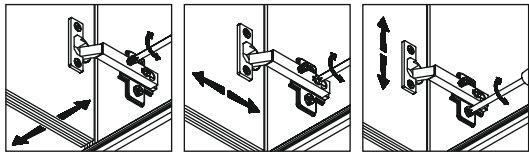

Рис. 6
5.12. Отрегулировать положение дверей при помощи винтов, как показано на рис. 6.